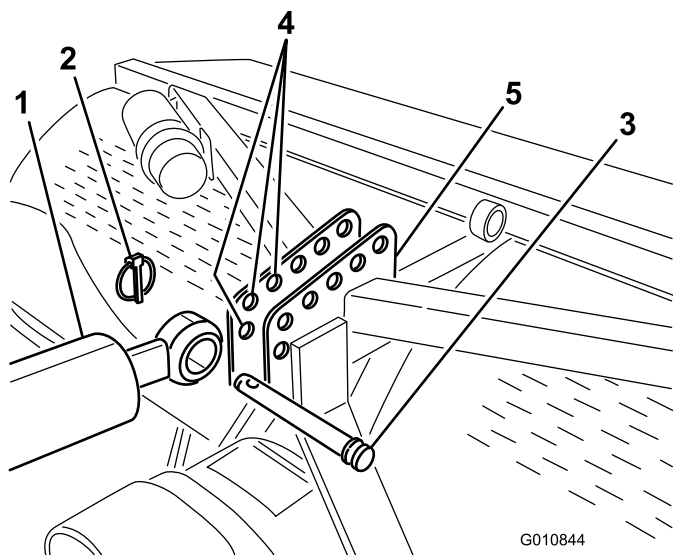

図 6
7. リンク・ピンとリンチ・ピンを使って、油圧式上部リンクのロッド端を、エアレータのできるだけ前側の穴に固定する (図 6)。